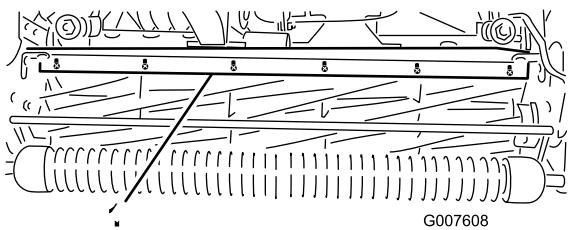

図 52
1. バー（図 52）をカッティングユニットに固定しているネジをゆるめる。